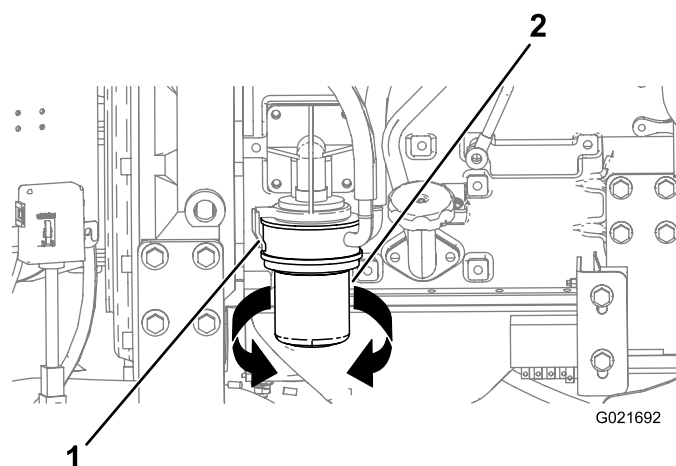

Рисунок 124
3. Установите поддон для слива или несколько отрезков ткани под масляный фильтр и переходник масляного фильтра (Рисунок 124).
4. Поверните масляный фильтр против часовой стрелки и снимите его (Рисунок 124).
- Совместите масляный фильтр с переходником и поверните его по часовой стрелке, пока уплотнение масляного фильтра не войдет в контакт к переходником (Рисунок 124).
- От руки затяните масляный фильтр еще на 1/2 оборота (Рисунок 124).